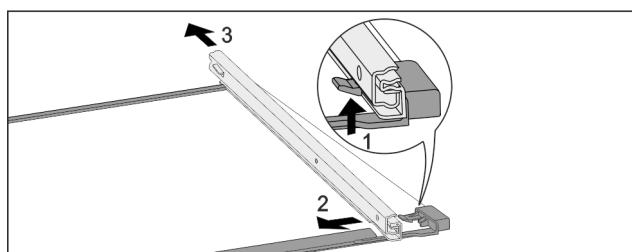

Fig. 190 Скляна пластина з рейками
- Натиснути передній гачок-фіксатор вгору. Fig. 190 (1)
- Виштовхніть вільну рейку в сторону Fig. 190 (2) та назад Fig. 190 (3).